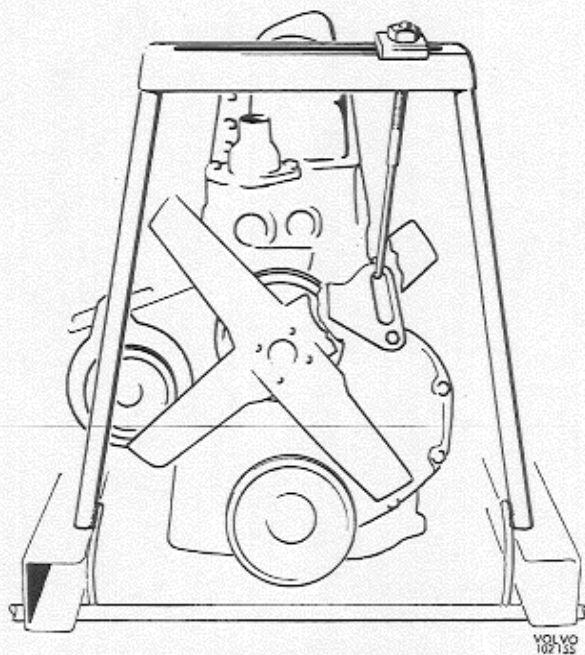

Fig. 6-13. Hefgereedschap voor motor
1. Monteer het hefgereedschap SVO 2727 overeenkomstig Fig. 6-13. Monteer de plaat met de bovenste bout (zonder sluitring) aan het distributiedeksel. Licht de motor, totdat de druk van de voorste motorsteunen is opgeheven. Verwijder de wieloppen en draai de wielmoeren van de voorwielen enkele slagen los.